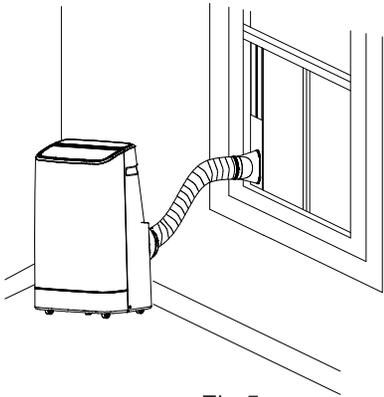
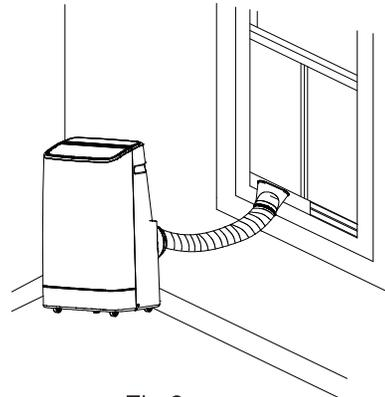

Fig.5
Fig.6
2) Allongez le tuyau d'échappement et enclenchez l'extrémité plate des joints du tuyau d'échappement dans le trou de l'ensemble de la plaque d'étanchéité de la fenêtre (comme indiqué dans la Fig.5 et la Fig.6).